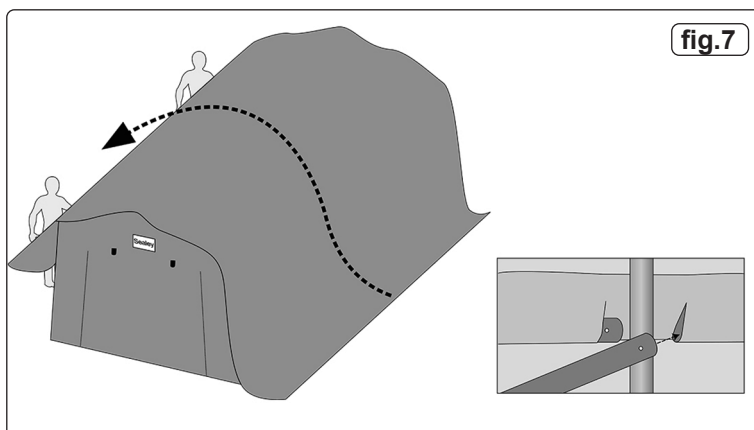

fig.7
5.3.2. TOP COVER (fig.7, fig.8)